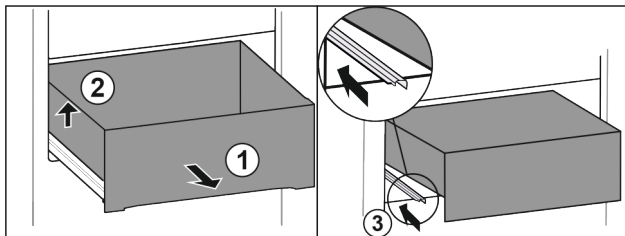

Fig. 127
- Izvadite ladicu do graničnika. Fig. 127 (1)
- Podignite ladicu lijevo. Fig. 127 (2)
- Gurnite lijevu vodilicu. Fig. 127 (3)